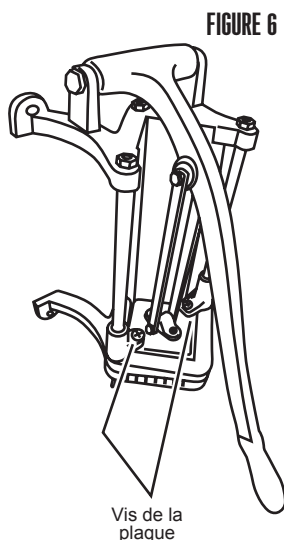

FIGURE 6
3. Pour enlever la plaque de poussée, abaisser la manivelle, puis dévisser les 2 vis de la plaque (**FIGURE 6**).